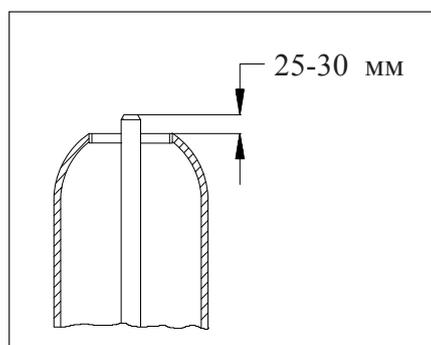

Рис. 1: Напорная трубка
3. Вставить напорную трубку в ионообменник. Напорная трубка должна заканчиваться в прикл. 25 - макс. 30 мм над верхним краем ионообменника (см. рис. 1). Данные размеры актуальны только для применяемого здесь управляющего клапана.
2. Напорная трубка не должна выступать более чем на 25, макс.30 мм над верхним краем ионообменника. Рис. 1.